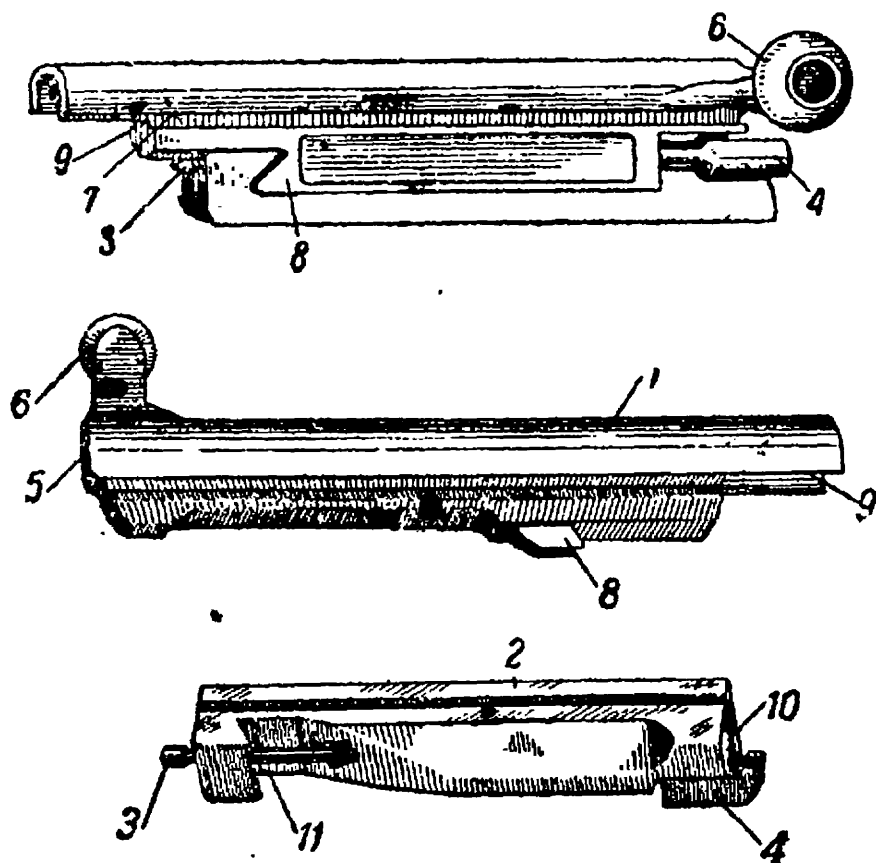

Рис. 12. Затвор:
13. Затвор (рис. 12) служит для досылания патрона в патронник, запираения канала ствола, производства выстрела и извлечения гильзы (патрона) из патронника. Затвор состоит из стебля затвора, остова, ударника, пружины ударника, выбрасывателя и пружины выбрасывателя.